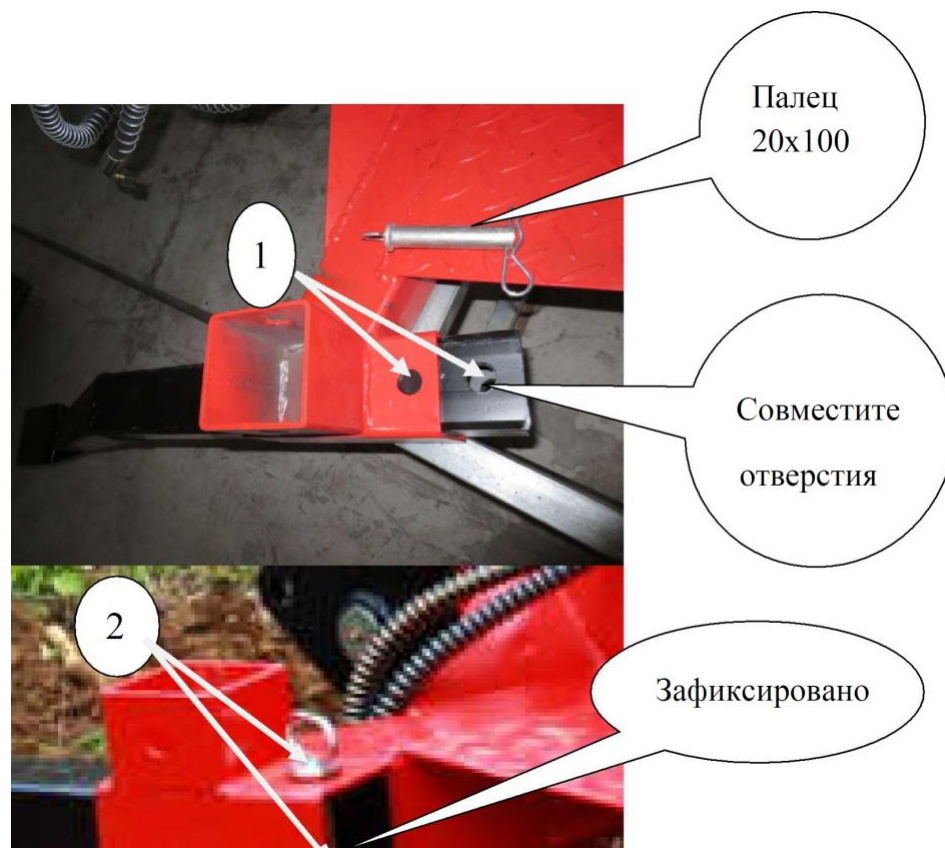

Рис. 1. Установка опор и колес.
Поднимите раму экскаватора и установите два колеса и две опоры, как указано на рис. 1. Совместите отверстия (1) на раме и опорах. Для фиксации используйте пальцы (2) 20x100; пальцы зашплинтуйте.